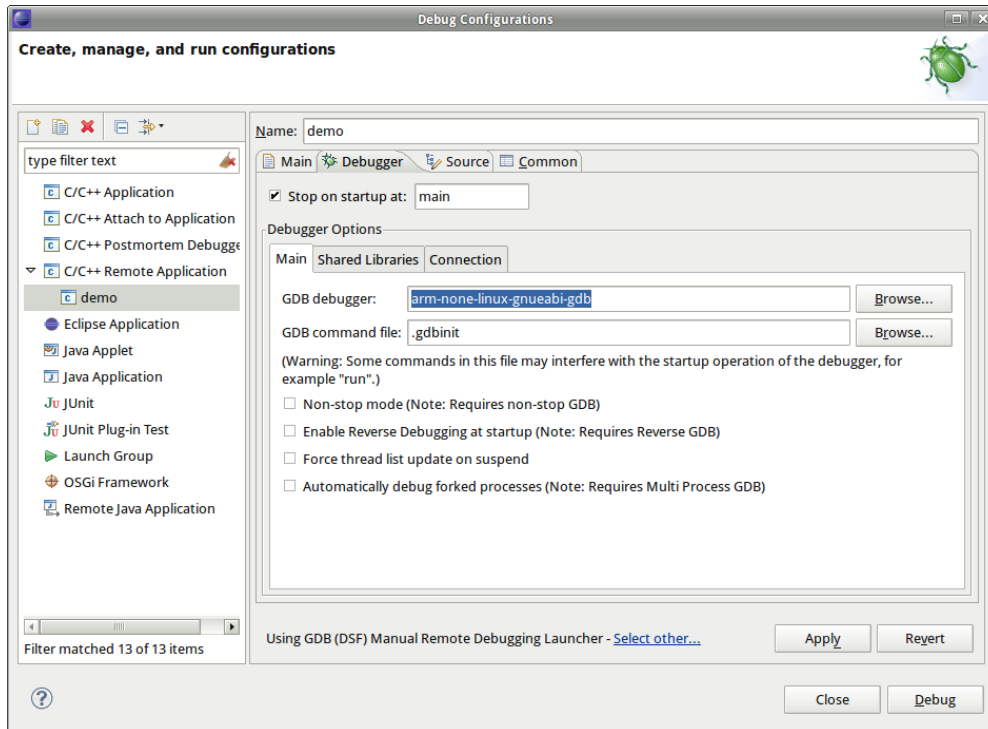

Bild 57: Auswahl des GDB Debuggers
2.2 Auswahl des zu benutzenden GDB Debuggers (siehe Bild 57)
Auf der Host-Seite muss der in der GNU-Crosscompiler Toolchain für ARM11-Prozessoren enthaltene GDB Debugger verwendet werden. Um diesen auszuwählen, ist zunächst das Tabsheet "Debugger" zu aktivieren. In der Sektion "Debugger Options" ist im Unter-Tabsheet "Main" im Feld "GDB debugger" (siehe Bild 57) der entsprechende GDB Debugger aus der Crosscompiler Toolchain anzugeben (für das angegebene Beispiel: "arm-none-linux-gnueabi-gdb").